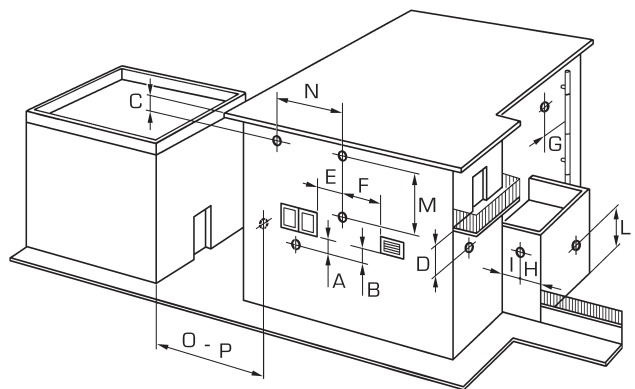

Рис. 10
2.8 РАСПОЛОЖЕНИЕ ВЫХОДОВ ДЫМОТВОДА (Рис. 10)
Выходы дымоотвода для оборудования с искусственной тягой могут находиться на внешних периметральных стенках здания. В качестве необязательного ориентира в **Таблице 3** были приведены минимальные расстояния, которые необходимо учитывать в соответствии с типологией здания, показанного на Рис. 10.